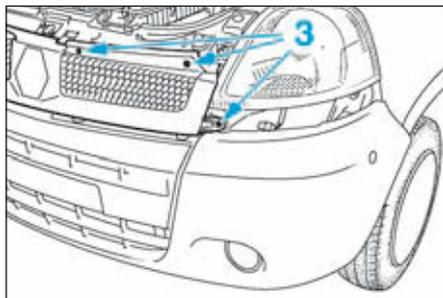

FIG.66
- Déposer les six vis (3) (Fig.66) de fixation de la calandre puis celle-ci.